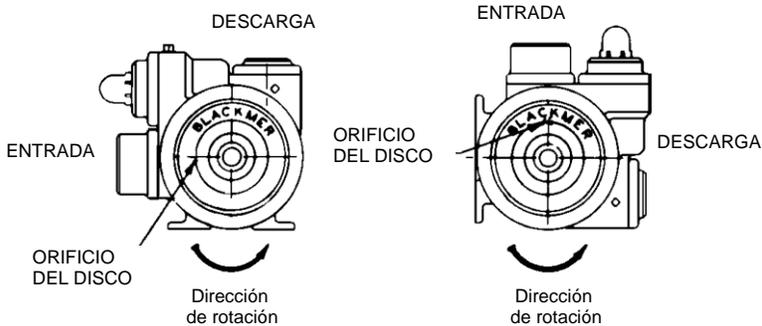

Figura 7 – Ubicación del orificio de alivio del disco (modelos de 4 pulgadas)
- f. Posicione el orificio de alivio del disco de modo que cuando se monta el cabezal en la bomba con el nombre "Blackmer" en posición vertical, el orificio del disco quedará orientado hacia el lado de ENTRADA de la bomba. Consulte la figura 7.